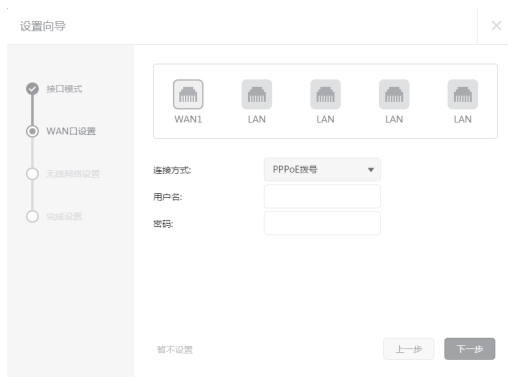

图4-3 WAN口设置-PPPoE拨号
1) 如果连接方式为“PPPoE拨号”，即ADSL虚拟拨号方式，则需要填写网络服务商提供的上网账号与密码，如图4-3所示。